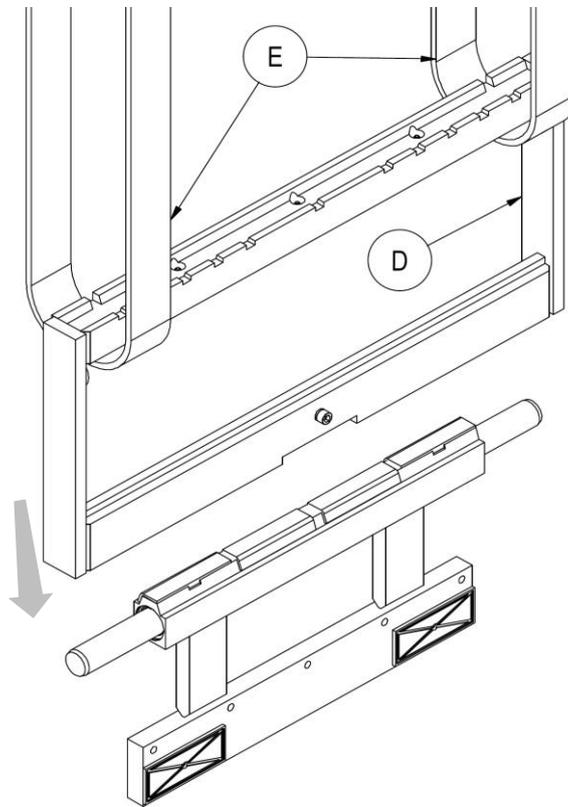

Figure 5
10. Monter le corps mobile **D** de l'autre côté supérieur de l'équipement à l'aide de sangles correctement dimensionnées au poids de l'équipement (**E**) en le soulevant avec un pont roulant ou un palan d'une portée suffisante (comme indiqué en *Figure 5*).